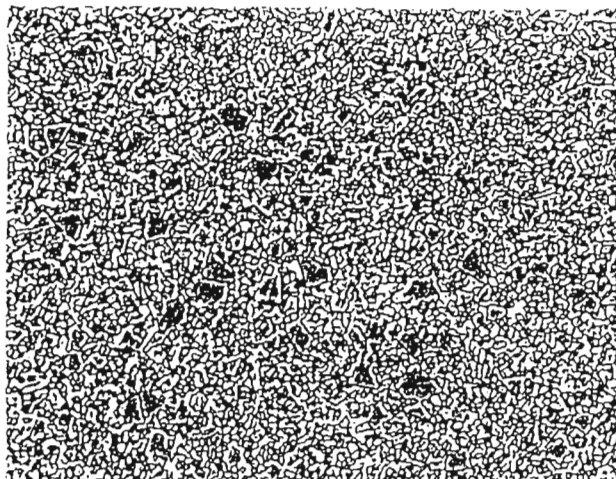

図2 プラチナオイルホールドリルの母材組織 (×1000)
(1) 強靱な超硬母材に複合・多層のプラチナコーティングを施し、高速・高能率加工を実現した。超硬母材の組織写真を図2に示す。鋼用ドリル専用母材として抗折力の高いM種系を採用することにより、耐久損性を高めている。